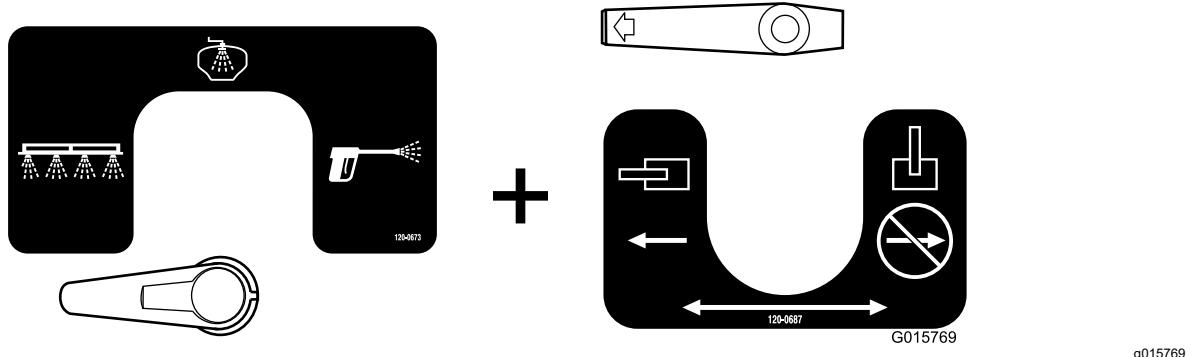

**Bild 54**
- Dies ist die Spritzpistolenkonfiguration (Bild 54). Verwenden Sie diese Konfiguration, um Spülwasser aus der Handspritzpistole zu spritzen.